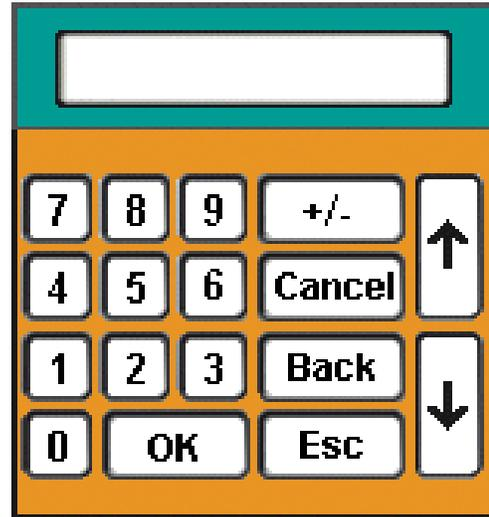

Figure 2.5 : Clavier
2. Pour changer les chiffres de l'adresse, appuyez sur chaque champ numérique individuel. Le clavier contextuel illustré à la figure 2.5 apparaît chaque fois que vous accédez à un champ.